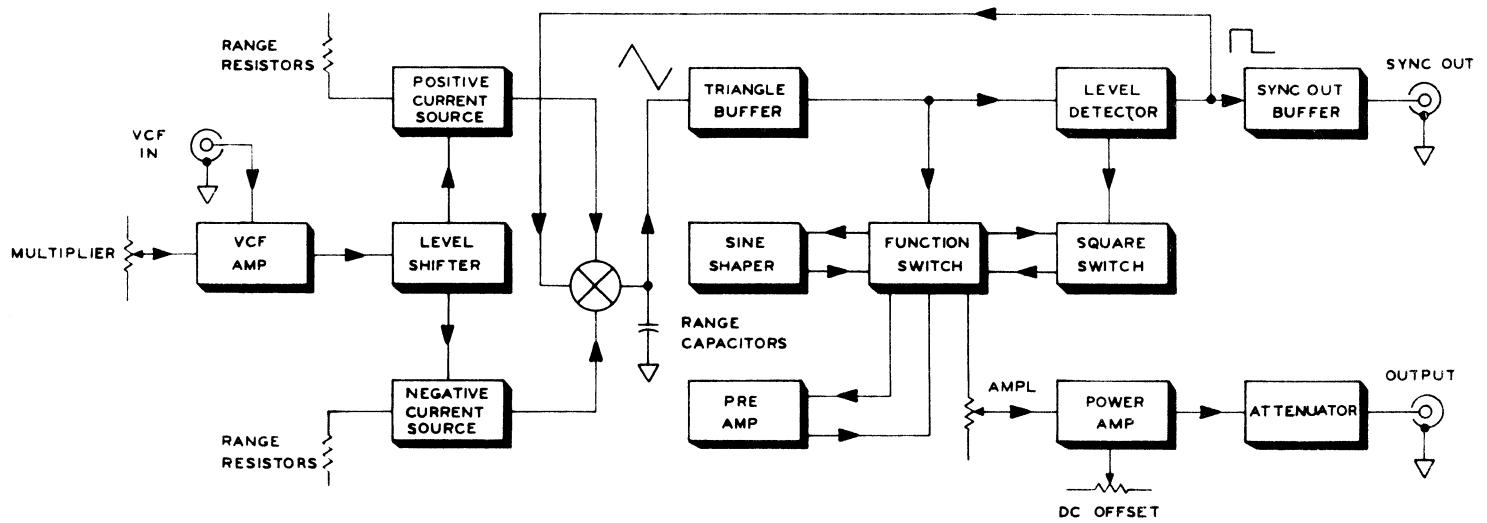

Figure 4.1.1 MODEL 513 BLOCK DIAGRAM
4.1 CIRCUIT DESCRIPTION (Fig. 4.1.1 or 4.1.2)